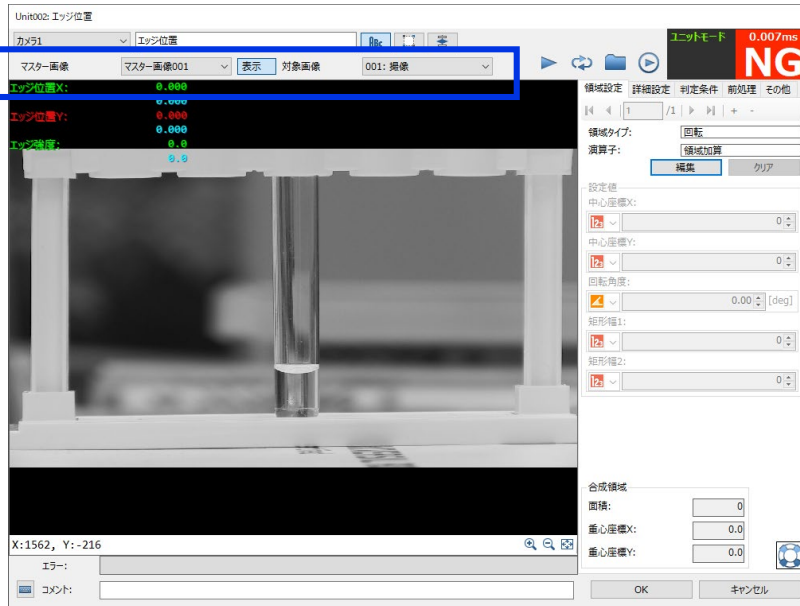

図7
- 1 フローチャート上に配置した「エッジ位置」ユニットを開きます。画面左上にある「マスター画像」に先ほど作成した「マスター画像001」を設定し、作成したマスター画像が画面に表示されることを確認します。次に「対象画像」に「001:撮像」ユニットを設定します。(図7)